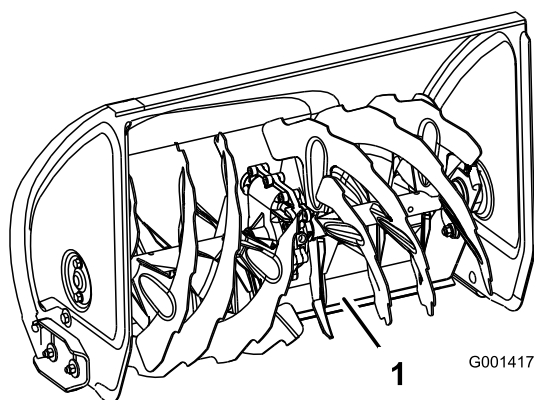

Figura 43
4. Premete le stegole fino a portare il raschiatore orientabile completamente in avanti, quindi abbassate la parte anteriore dello spazzaneve finché il bordo superiore del raschiatore orientabile non tocca il terreno (Figura 43).